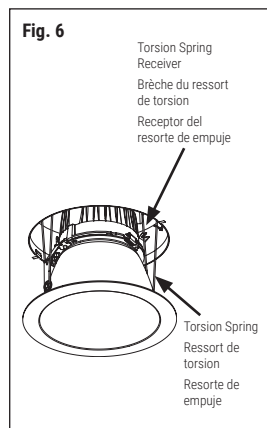

Fig. 6
- Squeeze the torsion springs together as shown and install into torsion spring brackets inside recessed housing (Fig. 6).
- Pressez les ressorts de torsion, comme illustré, et les insérer dans les supports de ressort de torsion à l'intérieur du boîtier encastré (Fig. 6).
- Apriete los resortes de empuje al mismo tiempo como se muestra en la figura e instale en los soportes de los resortes de empuje dentro del alojamiento empotrado (Fig. 6).